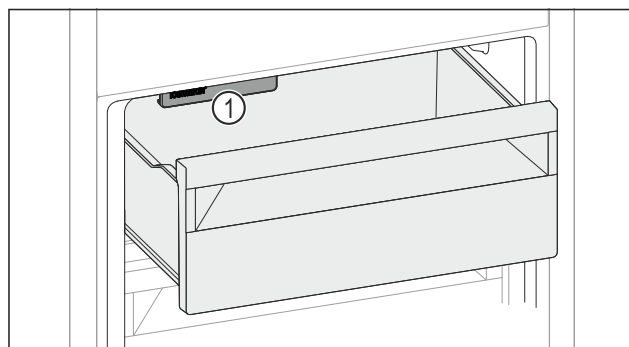

Fig. 151
- Учитывайте IceMaker Fig. 151 (1).